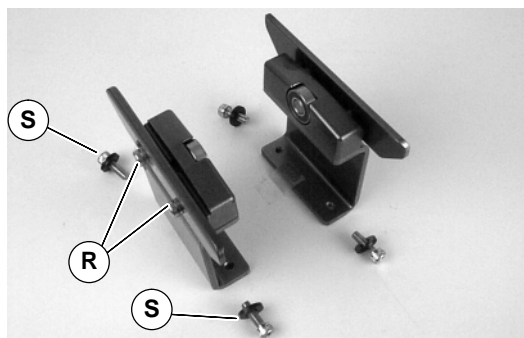

Figure 25
- Die Trägerschrauben (R siehe Abbildung 25) lockern, aber nicht entfernen. Die Montageschrauben und Unterlegscheiben (S) entfernen.